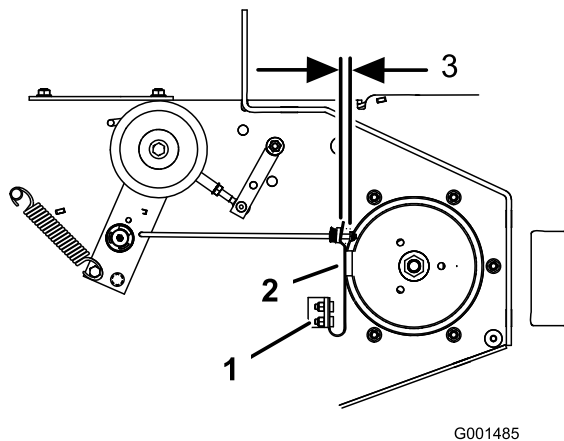

Figure 65
3. Le cas échéant, ajustez les boulons de fixation de ressort de sorte que la plaquette de frein de lame frotte contre les deux côtés de la gorge de la poulie (Figure 65).
4. Ajustez l'écrou à l'extrémité de la tige de frein jusqu'à ce que l'écrou et l'entretoise soient espacés de 3 à 5 mm (1/8 à 3/16") (Figure 65).